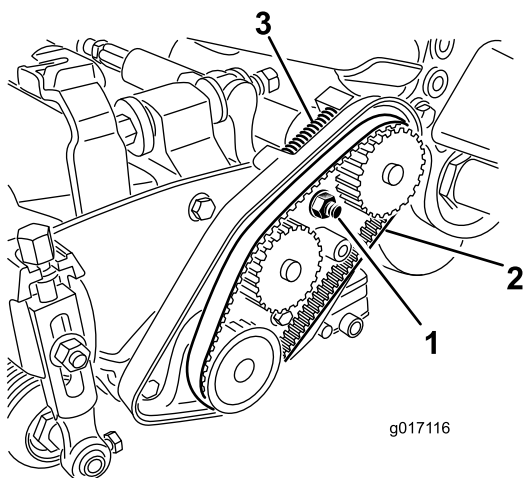

Figura 17
3. Desaperte a porca da estrutura do rolamento (Figura 17).
5. Retire a correia (Figura 17).
12. Certifique-se de que mola de compressão está a aplicar tensão na correia (Figura 17).